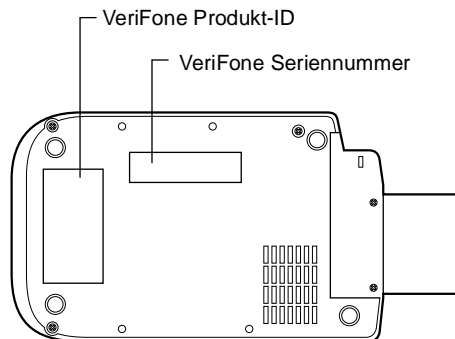

Abbildung 19 Informationsetiketten auf der Unterseite des Terminals
1. Stellen Sie mithilfe der Etiketten auf der *Unterseite* jedes Omni 3350 Terminals folgende Informationen zusammen (Abbildung 19):